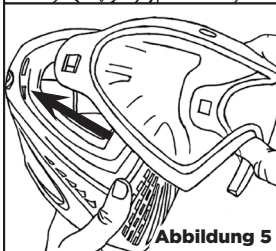

Abbildung 5
- 2 Schieben Sie das Maskenglas durch die Schlitzte auf der Seite der Maske [Siehe Abbildung 5]